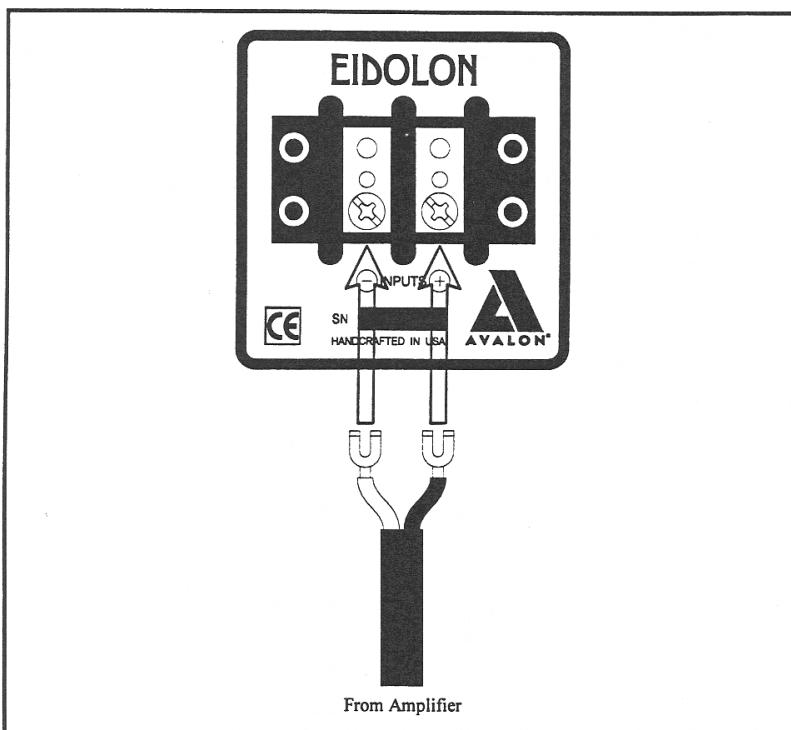

図5.1 スピーカーとアンプをスタンダード(シングル)ワイヤリングで接続したところを、下から見た場合。
2. スピーカーケーブルをスピーカーの底部にあるターミナルブロックに接続します。(図5.1参照) プラス / マイナス極が正しくつながれていることを、確かめてください。